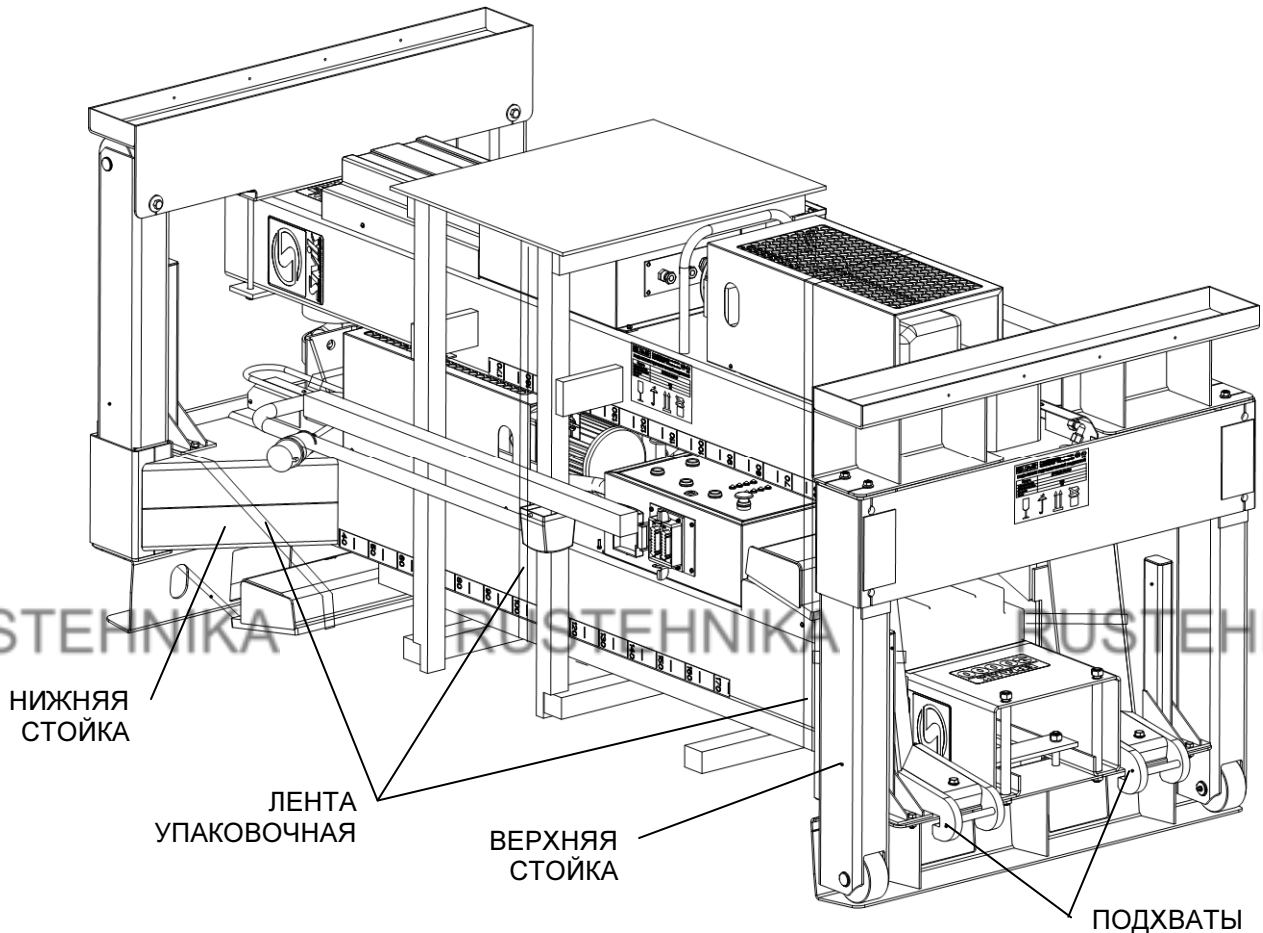

Рисунок 18. Упаковочное место
6.1 Подъемник поставляется в частично разобранном виде и упакован в два (три) упаковочных места (рисунок 18). Сборка стоек подъемника должна проводиться специалистами, согласно рисункам 5, 6 и 7. Произвести перестановку опор 4 каждой стойки в той же комплектности как стояли при транспортировке (с подложкой 16 или без нее, для удобства демонтажа опор 4 подложки 16 могут быть приложены к опорам сбоку и зафиксированы клейкой лентой). Зафиксировать клиньями 17, вставить крышку 18 и затянуть болтами 19 (люфт опоры в колонне не допускается). Установить упоры 23 и накладку 31 на место.